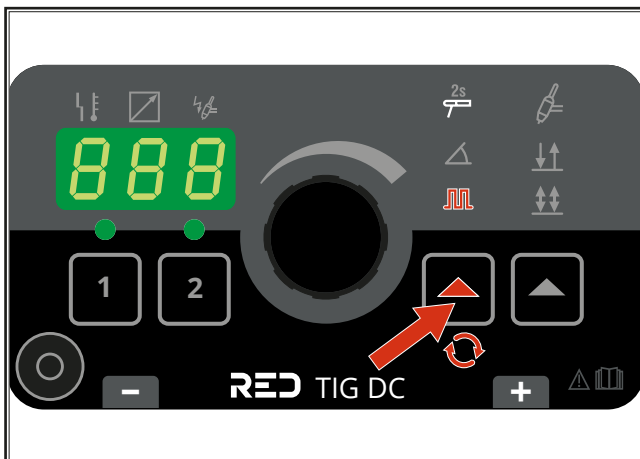

Abb. 11: Pulsen einschalten
- ➔ Falls die Funktion Pulsen gewünscht ist, schalten Sie diese wie in Abb. 11 gezeigt ein.